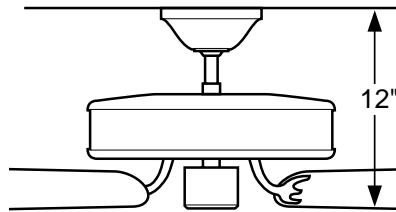

Figura 1b - Montagem standard
**Montagem Standard** Montagem Standard (Figura 1b) fica pendente do teto por um tubo conector (incluído), para tetos com 2,6 m ou superior. Para tetos com altura superior a 2,6 m, você pode adquirir hastes de extensão da Hunter. Todos os ventiladores Hunter utilizam tubos resistentes de 3/4" de diâmetro a fim de assegurar estabilidade de desempenho isento de oscilações.